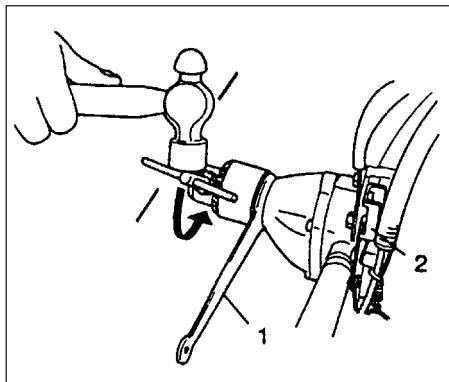

Fig. 2-6
- Apretar el bota más seguramente, puso una 19 Mm llave grande (1) entre el caso y el taladro engranados bota para cerrar árbol motor. La vuelta en cierra palanca (2) entonces golpeó el montado bota el asidro con un martillo para atornillar (a la derecha) el bota. (TED-270PFL/270PFLS/270PFDH/270PFDLS/270PFHS) (Fig. 2-6)